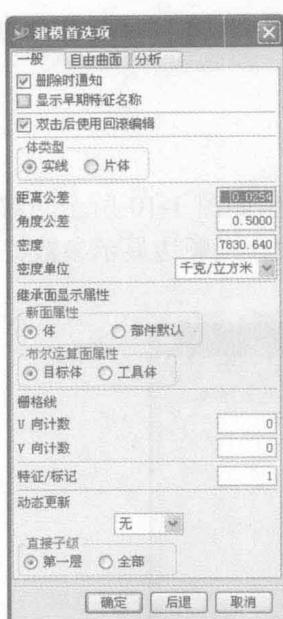

图 1-12 【建模首选项】对话框
**提示：**只有 U、V 方向的栅格数为非 0 时才可以显示栅格。选择【首选项】→【建模】选项，如图 1-12 所示设置 UV 栅格数后创建的片体或实体面。或者用户通过选择【编辑】→